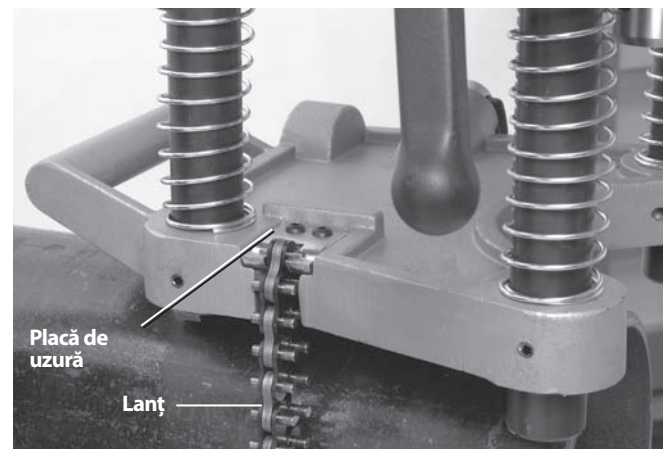

Figura 5 – Agățarea lanțului HC-450
3. Țineți întotdeauna cel puțin o mână pe dispozitivul de perforare pentru a-l stabiliza și a-l ghida. Apucați capătul lanțului și trageți-l strâns în jurul țevii. Agățați cel mai apropiat bolț de lanț de placa de uzură și strângeți ferm maneta pivotantă pentru ține strâns dispozitivul de perforare pe țevă. (Vezi figura 5.)